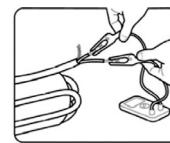

Рис. 1
- 2. Измерьте и запишите исходное сопротивление каждого элемента (рис.1).** Внесите данные о сопротивлении в гарантийный талон. Эти данные должны соответствовать заводским параметрам в пределах допустимого отклонения в диапазоне от - 5 до + 10 % указанного в паспортных данных (измерение сопротивления необходимо производить при + 20 °C). Сопротивление изоляции должно быть более 1 МОм. Если какое-либо из показаний не соответствует допустимому диапазону значений, свяжитесь с местным поставщиком.